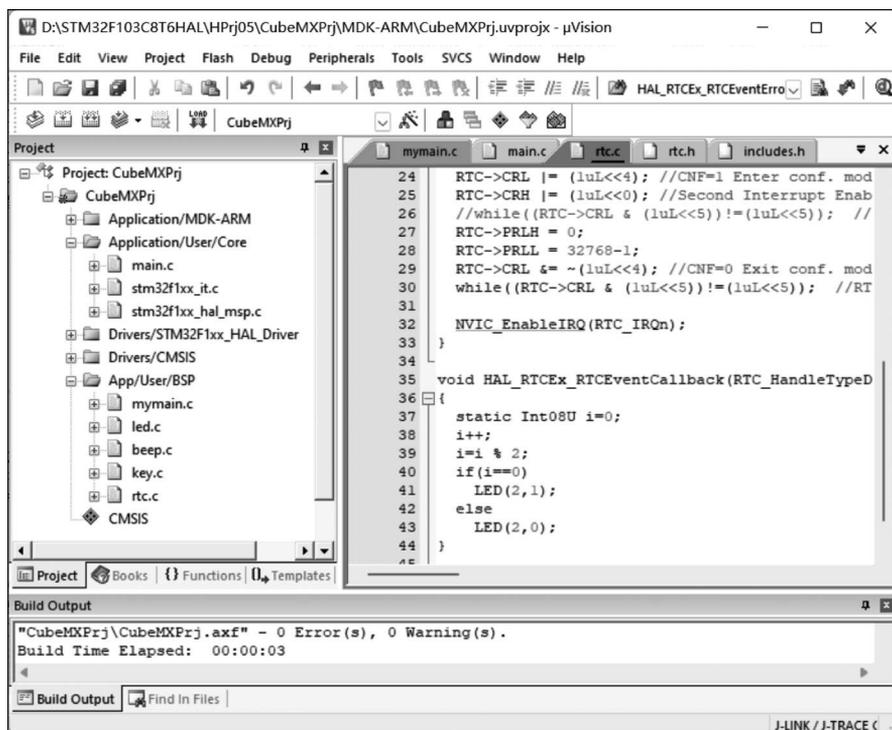

图 5-13 工程 HPrj05 工作窗口
(5) 在 includes.h 文件的末尾添加 #include "rtc.h"，即包括头文件 rtc.h。
(6) 将 rtc.c 文件添加到工程管理器的 BSP 分组下，建设好的工程 HPrj05 如图 5-13 所示，工程 HPrj05 实现的功能与工程 PRJ05 完全相同。